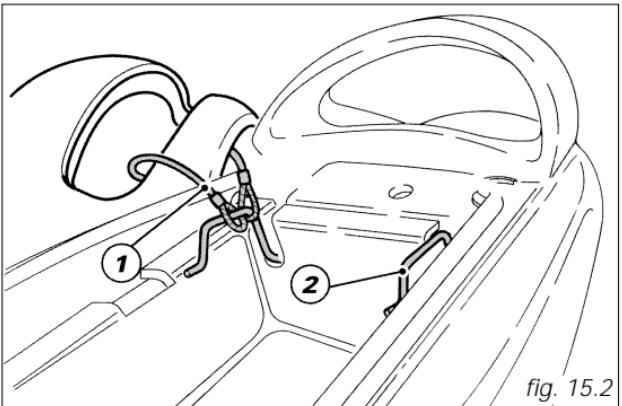

fig. 15.2
Nella parte posteriore del vano sotto la sella si trova il cavetto portacasco (1) (vedi pag. 38). Far passare il cavetto nel casco ed inserire in uno dei due ganci (2) l'estremità del cavetto. Lasciare appeso il casco (fig. 15.2)